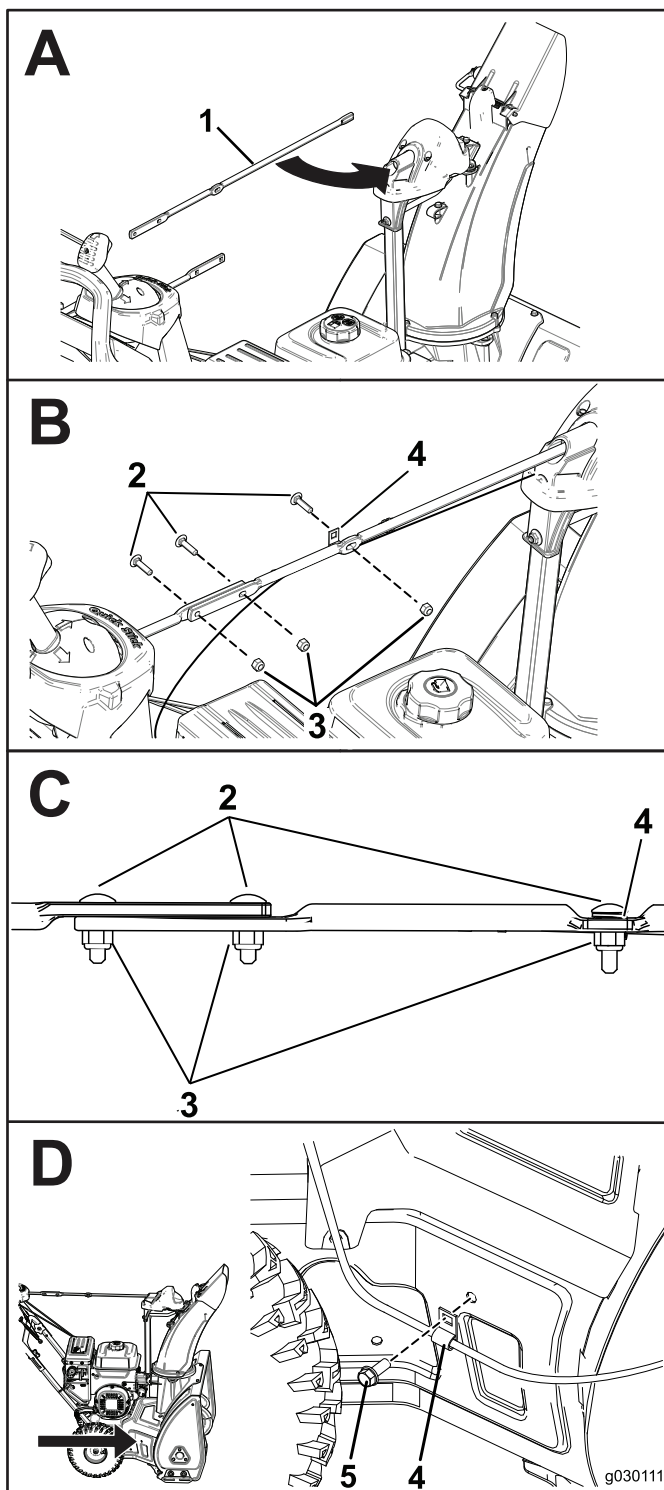

Figura5
2. Asamblați tija jgheabului și fixați cablurile (Figura5).